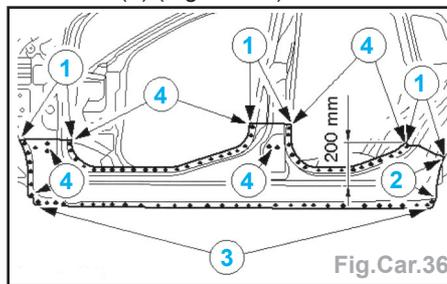

Fig.Car.36
- Découper (1) le bas de caisse, meuler la bride de passage de roue (2), les points de soudure (3) et fraiser les points de soudure (4) (Fig.Car.36).